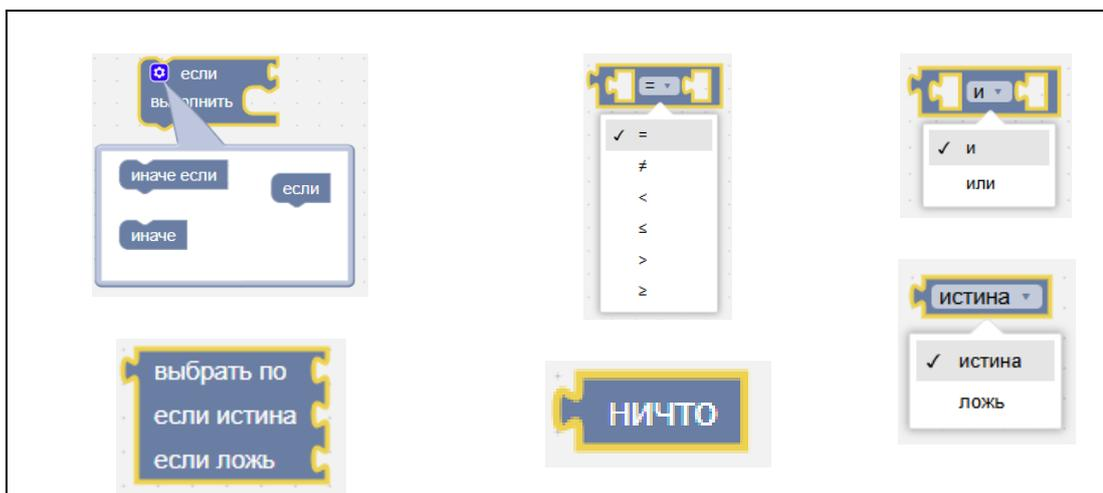

Рисунок II-15 – Блоки «Логика»
1. «Логика» – условия, сравнения (см. Рисунок II-15).